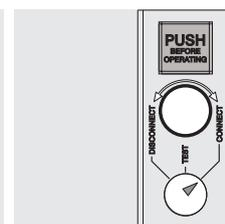

Abbildung 42
- Leistungsschalter in Betriebsstellung (siehe Abbildung 42).